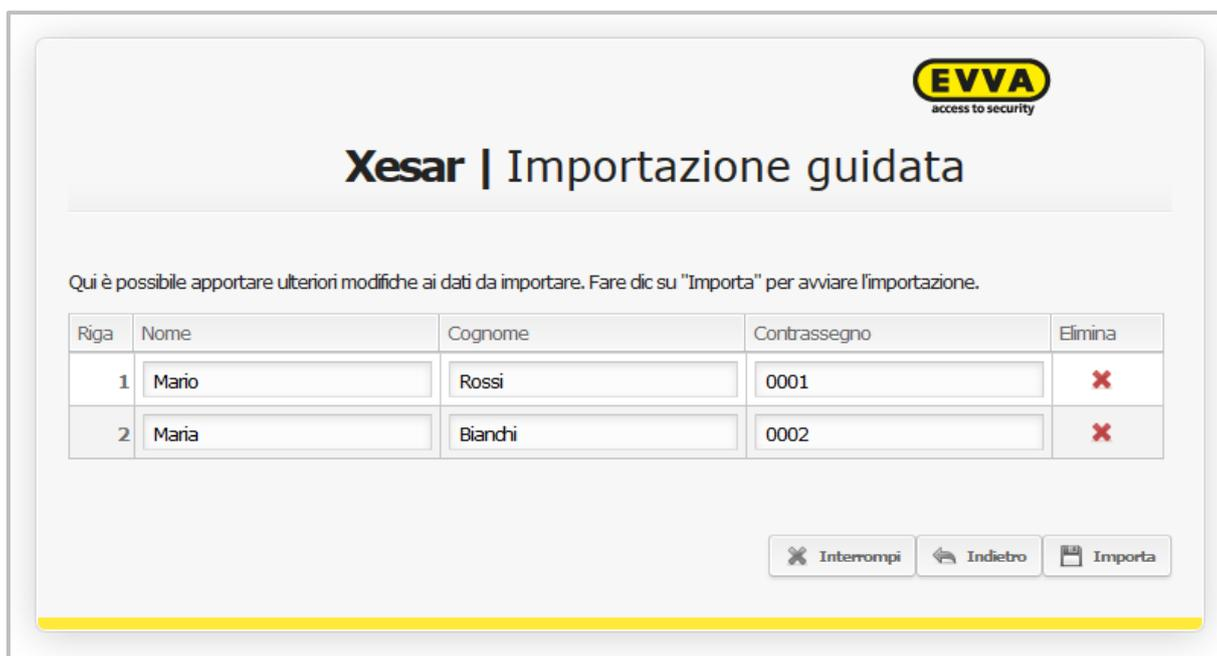

Figura 106: Importazione guidata - Visualizzazione
- Figura 106: Importazione guidata - Visualizzazione).